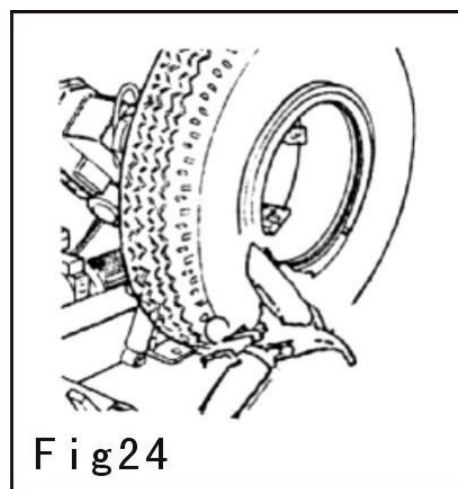

Fig 24
4) Déplacer le porte-outil vers l'extérieur et le disque vers la roue et s'appuyer contre la jante. Faites tourner l'arbre principal et avancez entre-temps le disque pour faire entrer toute la jante dans le pneu. Placez l'anneau ouvert sur le bord de la roue et installez l'anneau à l'aide du disque décolleur **Fig 24**.